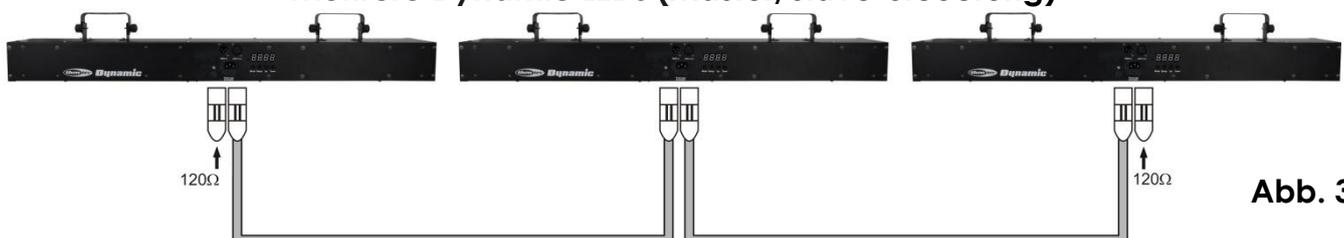

Abb. 3
3. Die Geräte wie in (Abb. 3) dargestellt verbinden. Ein DMX-Signalkabel mit dem DMX-Ausgang „OUT“ des ersten Geräts und dem Eingang „IN“ des zweiten Geräts verbinden. Diesen Schritt zum Anschluss des zweiten, dritten und vierten Geräts wiederholen. Die Funktionen für das Master-Gerät können wie auf Seite 12+13 beschrieben angewendet werden (integrierte Programme, Auto Run, Static Color oder Tongesteuert), d.h., dass am Master-Gerät der Betriebsmodus eingestellt werden kann, der dann für alle Slave-Geräte gültig ist.